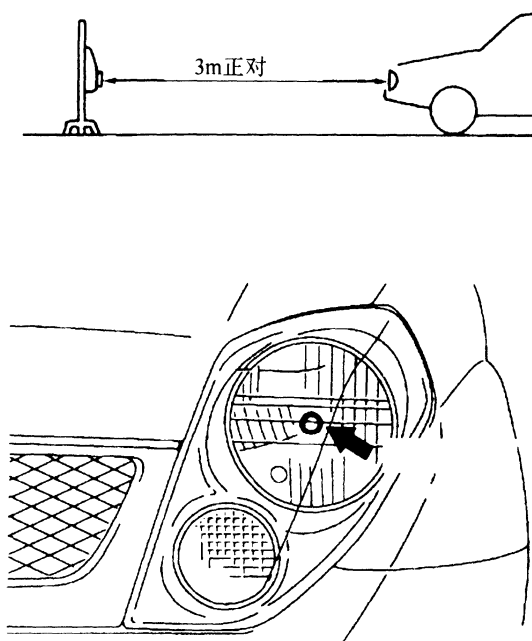

图 20-21
- (1) 将轮胎充气到规定的压力，除驾驶员或在驾驶员座椅上放约 75kg 的替代物外，车辆内不应有其他负载。
- (2) 如图 20-21 所示调节屏幕和前照灯中心标记之间的距离。